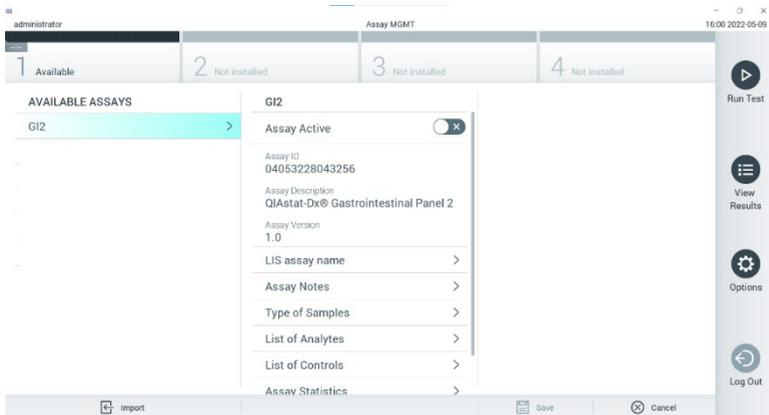

Figura 55. Schermata Assay Management (Gestione esame).
2. Premere il pulsante Options (Opzioni) e selezionare Assay Management (Gestione esame). Nell'area dei contenuti del display, viene visualizzata la schermata Assay Management (Gestione esame) (Figura 55).
3. Premere l'icona Import (Importa) in basso a sinistra sullo schermo (Figura 55).